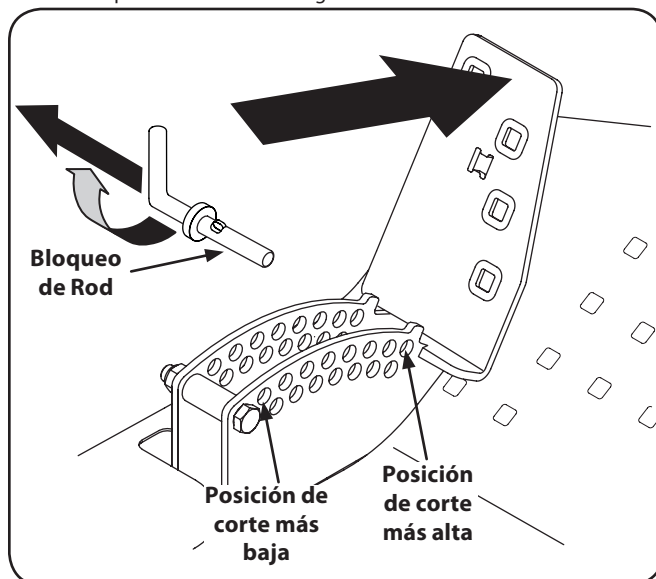

Figure 7-3
2. Retire la barra de bloqueo presionando el pedal hacia delante para liberar la tensión y gire la barra de bloqueo hasta el final de los puntos de la barra hacia arriba y extráigalo del soporte altura de la plataforma. Véase la Fig. 7-3.
- Coloque el pedal de elevación de la plataforma en la posición de corte más alta y fíjelo colocando la claveta de trinquete detrás del pedal. Consulte la Fig. 7-3.